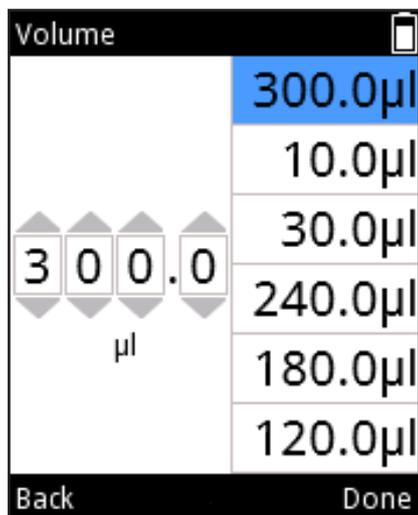

图 D7.
4. 当体积的最后一个数值高亮显示时, 使用  进入体积列表。列表顶部的体积将自动高亮显示 (图 D7)。使用  ,  在体积列表中导航。